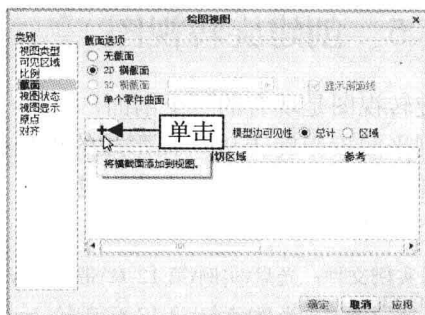

图 12-45 单击“添加”按钮
Step 02 在“类别”选项区中选择“截面”选项，在“截面选项”选项区中选中“2D 横截面”单选按钮，单击“添加”按钮 ，如图 12-45 所示。